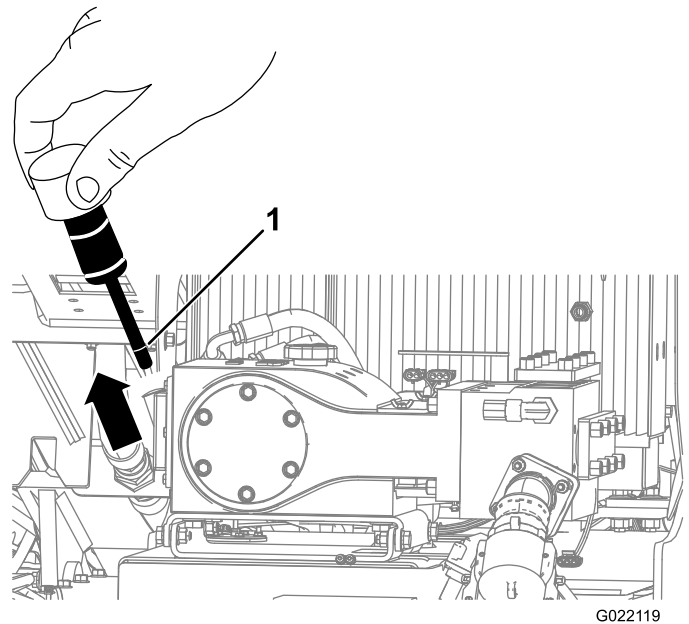

Figure 111
3. Retirez la jauge (Figure 111).
4. Vérifiez que le niveau d'huile atteint le trait de remplissage, comme montré à Figure 111.